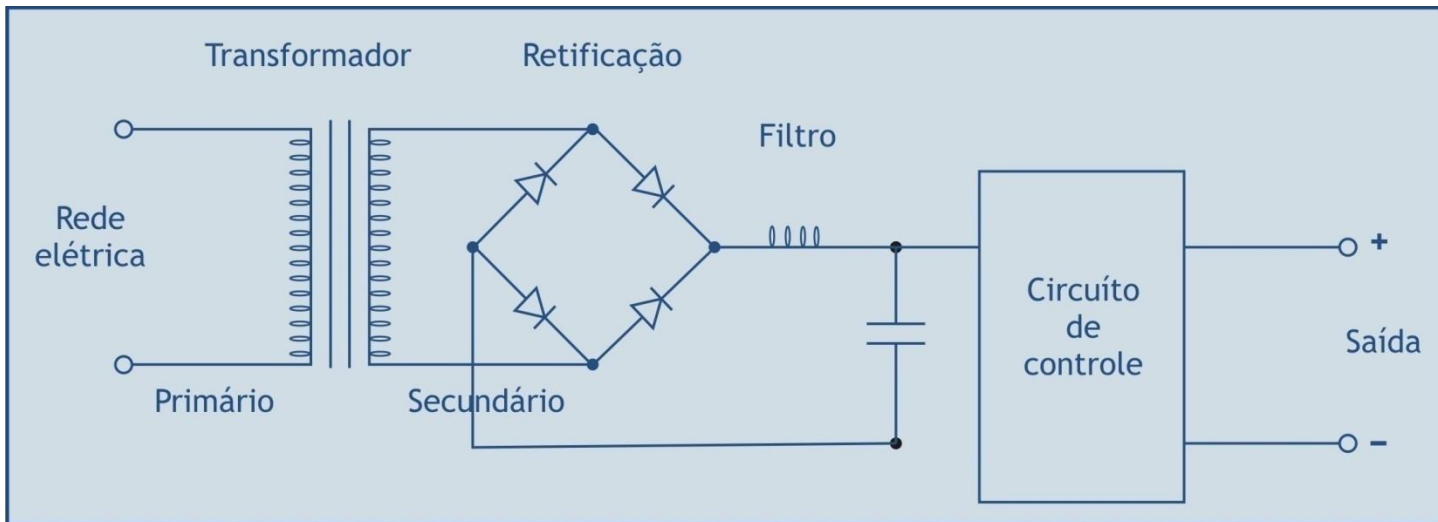

Figura 1 - Diagrama de uma fonte linear
- **A retificação** — constituída por 2 ou 4 diodos retificadores (na figura 1 temos 4 diodos) — transforma a tensão alternada do enrolamento secundário do transformador em uma tensão contínua ondulada (com *ripple*);